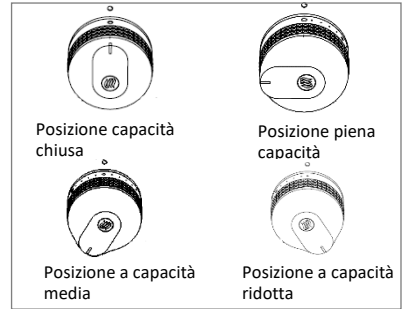

Figura 2 - Regolazione della leva di comando
5. Regolare poi a piacimento l'altezza della fiamma girando la o le leve di comando a piena capacità (cerchio grande) o a capacità ridotta (cerchio piccolo) (Vedere Figura 2)
6. Per spegnerlo, riportare le leve di comando sul simbolo di chiusura (O) e poi chiudere il rubinetto della bombola del gas.